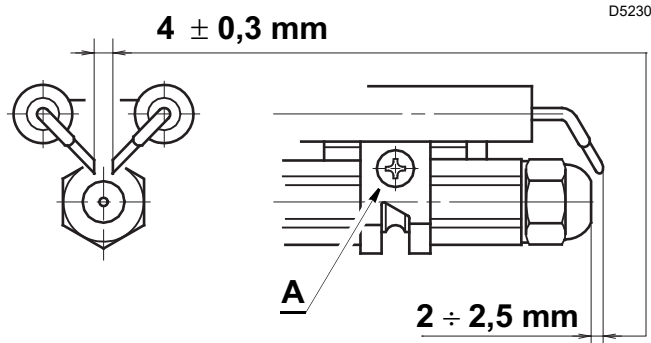

Fig. 19
Les mesures sur la Fig. 19 doivent être respectées.
- Enlever de la ligne porte gicleur 4) le groupe électrodes 5) après avoir desserré la vis (A, Fig. 19 à la page 24).